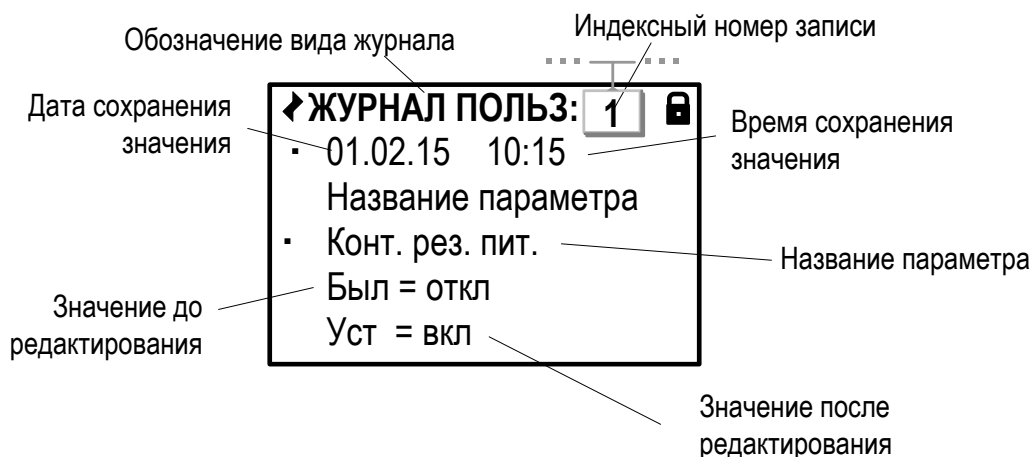

**Рис.47. Вид окна индикации «Журнала КСБ».**
8.3.6. Текущее значение контрольной суммы базы параметров фиксируется в **Журнале КСБ** (рис.47). Значение КСБ формируется в соответствии с установленными в тепловычислителе значениями для набора установочных параметров. Сохранение сформированного значения КСБ происходит при переводе ТВ в режим РАБОТА.